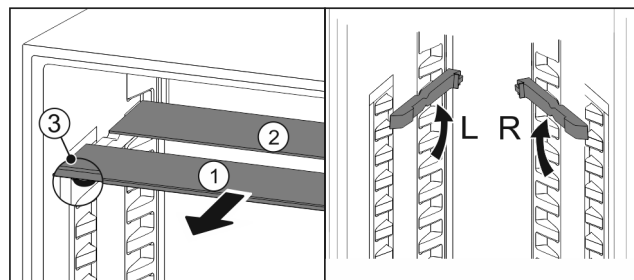

Fig. 157
- ▶ estrarre i ripiani di vetro singolarmente tirando in avanti Fig. 157 (1).
- ▶ Il piano in vetro Fig. 157 (1) con il motivo ornamentale è nella parte anteriore.
- ▶ I fermi Fig. 157 (3) sono rivolti verso il basso.